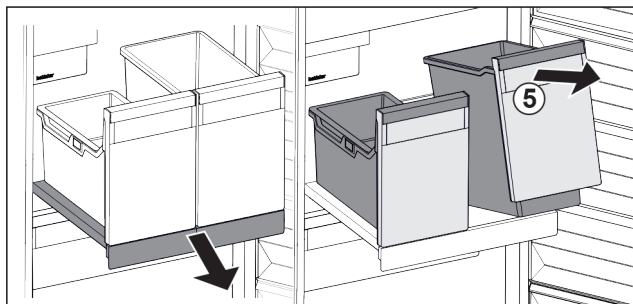

Fig. 99
- Nadvihnite nádobu Fig. 99 (5) vpredu.